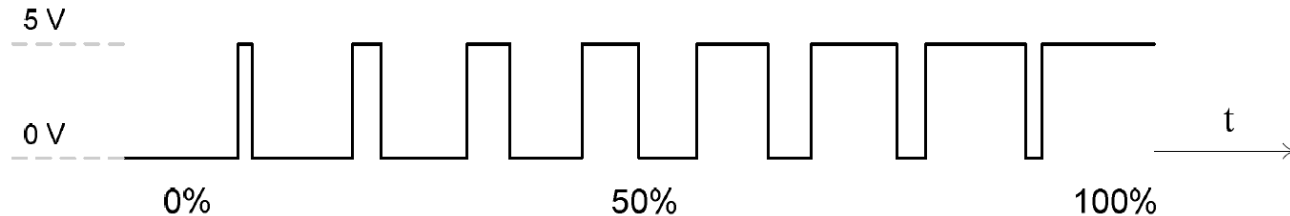

Fig. 9.3 – Variação do ciclo ativo de um sinal PWM em um intervalo de tempo.
- Na fig. 9.3, é ilustrada a variação do ciclo ativo de um sinal PWM de 0 a 100% do seu ciclo útil (período) com o passar do tempo